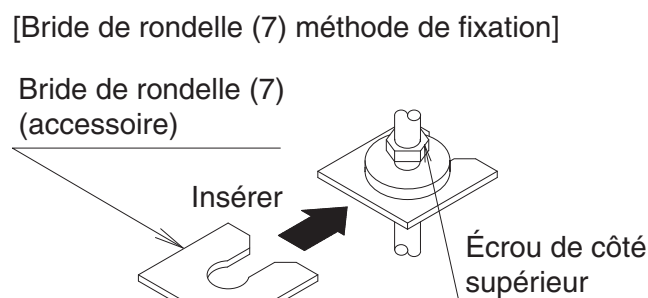

Fig. 3
Si la bride de rondelle (7) est utilisée, la rondelle de côté supérieur pour le crochet (3) peut être protégée contre tomber. **(Reportez-vous à la Fig. 3)**